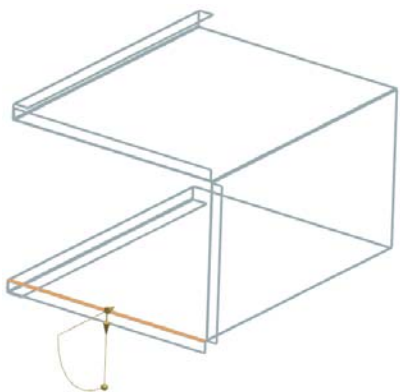

图 11-201 选择弯边
(7) 选择弯边，同时在视图区预览显示所创建的弯边，如图 11-201 所示。设置“宽度